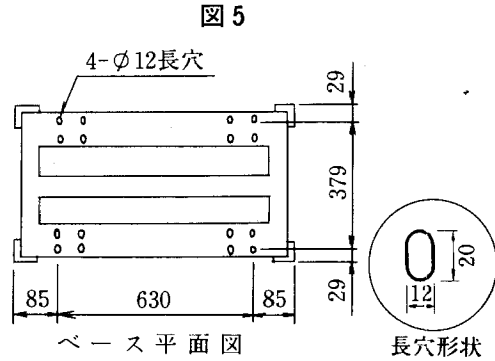

図5
- ③ベース形状及び寸法は、図5の通りですのでアンカーボルト取り付けの際の目安にしてください。